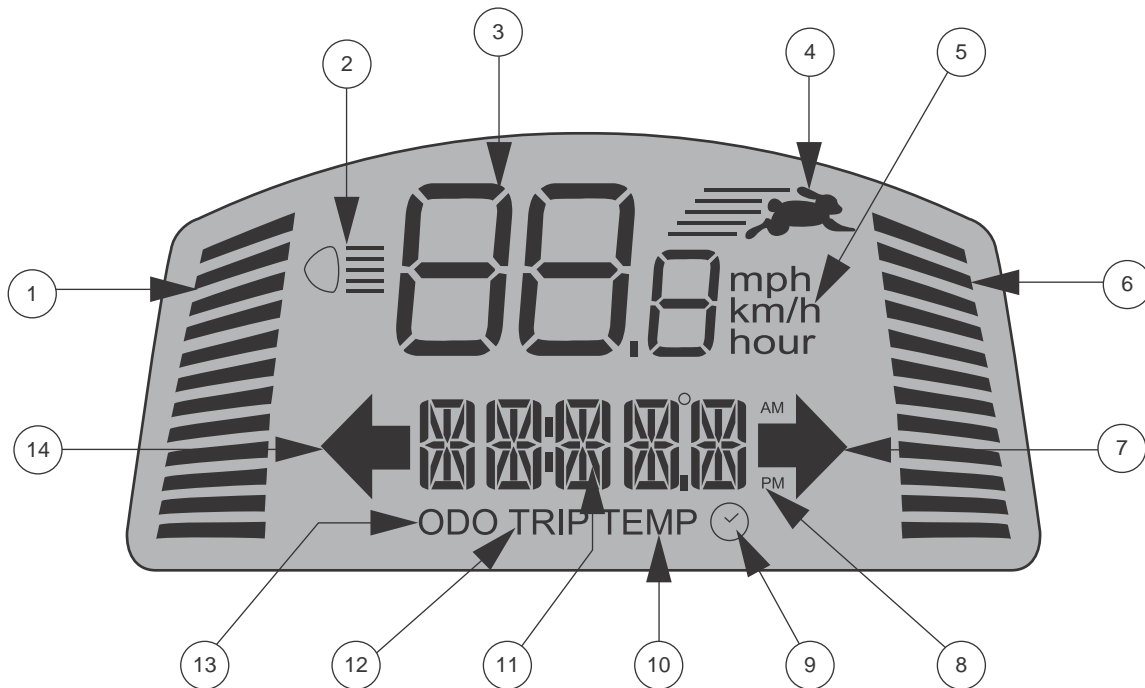

Figure 2. Écran LCD
- Appuyer une fois sur le bouton Hi-Lo pour fixer le réglage de la vitesse à Hi. L'indicateur Hi-Lo s'affiche sur l'écran LCD. **Voir la figure 2.** L'utilisation de ce paramètre en conjonction avec les boutons de réglage de la vitesse permet au VMP d'atteindre des vitesses jusqu'à la vitesse maximale préprogrammée pour le VMP.
Ces boutons de réglage permettent de présélectionner et de limiter la vitesse de votre VMP. Ceci est indiqué par l'indicateur de vitesse maximum sur l'écran LCD. **Voir la figure 2.**
**NOTE:** Plus de barres sont affichées sur l'indicateur de vitesse maximum, plus votre vitesse maximum présélectionnée sera élevée. Voir la figure 2.
Le panneau de commande LCD donne des informations intuitives via l'écran LCD. **Voir la figure 2.** L'écran LCD est également utilisé lors de la configuration initiale (activation) des différents paramètres du panneau de commande. **Voir la tableau 1.**